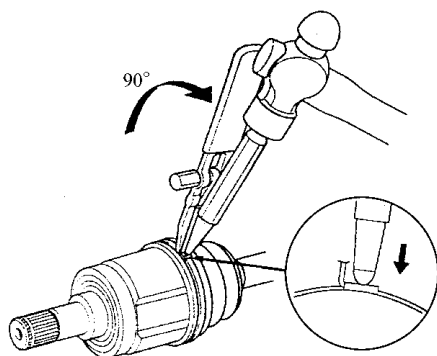

图 6-78 冲压卡夹
17) 如图 6-78 所示,向上拉护罩卡环工具,弯折卡环的自由端,使其与卡夹的夹角为 90°。冲压卡夹的中央,然后将卡环末段的剩余部分折压在卡夹上。